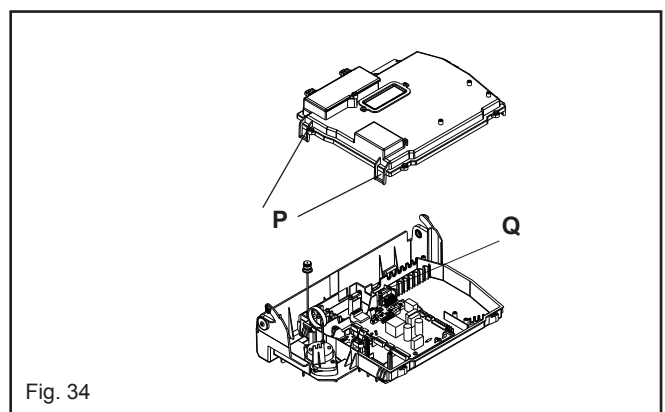

Fig. 34
6.11 PRINTED CIRCUIT BOARD (fig. 34)